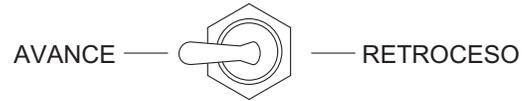

Figura 22. Interruptor de control de sentido (AVANCE)
4. Ponga el **interruptor de control de sentido** en la posición de **AVANCE** (Figura 22).
5. Ponga el **interruptor de control de sentido** en la posición **ADELANTE** (Figura 22). Esto iniciará el caudal de barros a las mangueras.